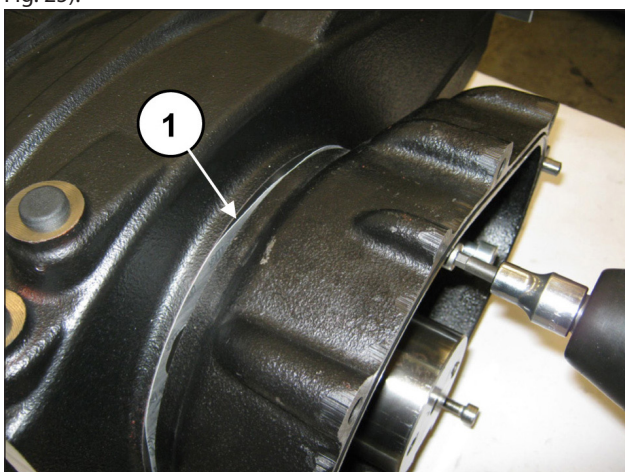

Fig. 24
Apretar de manera gradual los 3 tornillos M8 (pos. ①, Fig. 24) para evitar que la caja se incline demasiado y se bloquee en el alojamiento.